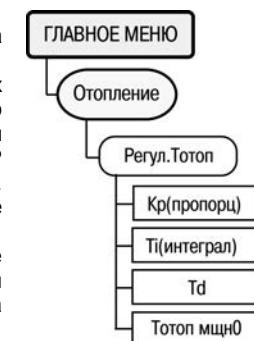

Рисунок 6.16
6.11.29 Для задания параметров, определяющих функционирование регулятора контура отопления, служит пункт меню //**Отопление/Регул.Тотоп** (рисунок 6.16). В этой ветви располагаются параметры ПИД-регулятора, используемые при управлении КЗР отопления с дискретным, либо аналоговым управлением. Коэффициенты могут быть определены автоматически в режиме автонастройки **AHP отопл**.